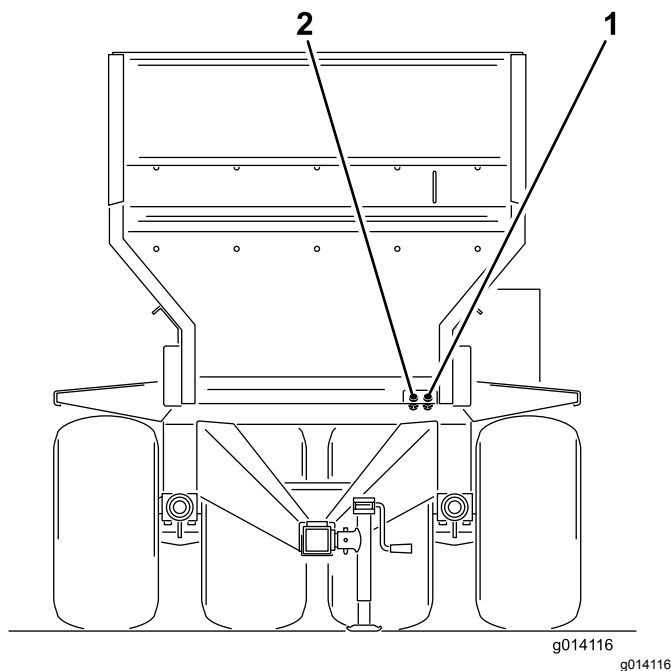

Рисунок 20
6. Подсоедините два гидравлических шланга от разбрасывателя МН-400 к буксирной машине. Подсоедините правый (при взгляде на машину спереди) шланг к стороне нагнетания, а левый шланг – к стороне возврата (Рисунок 20). Возвратный шланг оснащен встроенным обратным клапаном. Стрелка на обратном клапане должна быть направлена в сторону подключения возврата на буксирной машине.